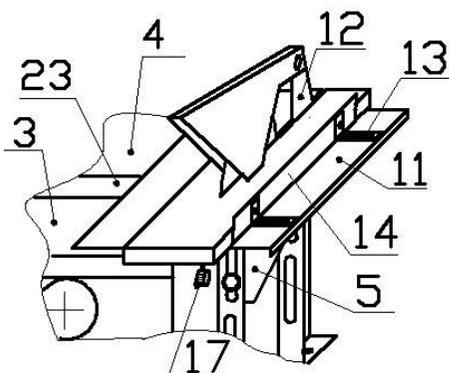
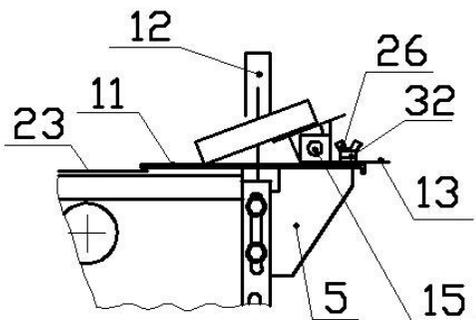

Рис. 8
Рис. 9
#### 4.7. Шлифование дисковое. (Рис.8)
- Установить на пильный стол (11) разделительный нож с защитным козырьком (п.12 на Рис.8);
- Установить на станок кронштейны пильного стола (5);
- Установить пильный стол (11) на кронштейны пильного стола (5) прорезью на пильный диск (28) и закрепить его. При необходимости отрегулировать положение разделительного ножа с козырьком (12) точно сзади в плоскости пильного диска перемещением по столу, или меняя шайбы пилы (29) местами (шайбы разной толщины – 3 мм и 4 мм);
- Установить регулировочные уголки (13) и направляющую линейку (14) на нужный размер пиления, подложив под зажимные барашки (26) шайбы (32). При необходимости установить угловую линейку (п.15 на Рис.9);
- Закрепить винтом защиту вала (23) и контрольный винт (17).